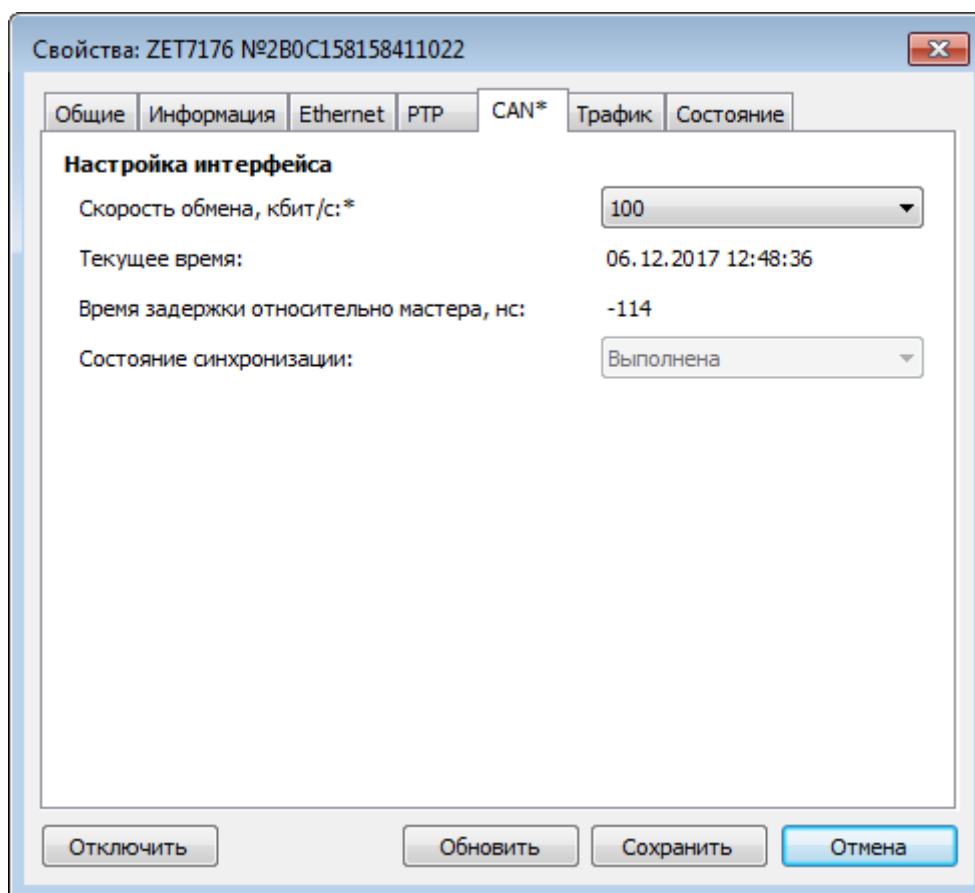

Рис. 2.9 Вкладка «CAN»
- во вкладке «CAN» в поле «Скорость обмена, кбит/с» следует выбрать значение скорости обмена в соответствии с установленными требованиями (Рис. 2.9).